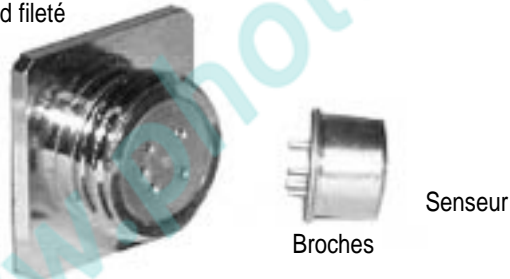

FIG 4
2. Tenez l'appareil de sorte que son extrémité avant soit tournée vers vous et repérez le branchement du senseur dans le raccord fileté à l'extrémité de l'appareil. Veuillez noter qu'il y a cinq (5) trous correspondant aux cinq (5) broches sur le senseur – trois (3) sur la gauche et deux (2) sur la droite (consultez la Fig. 4)